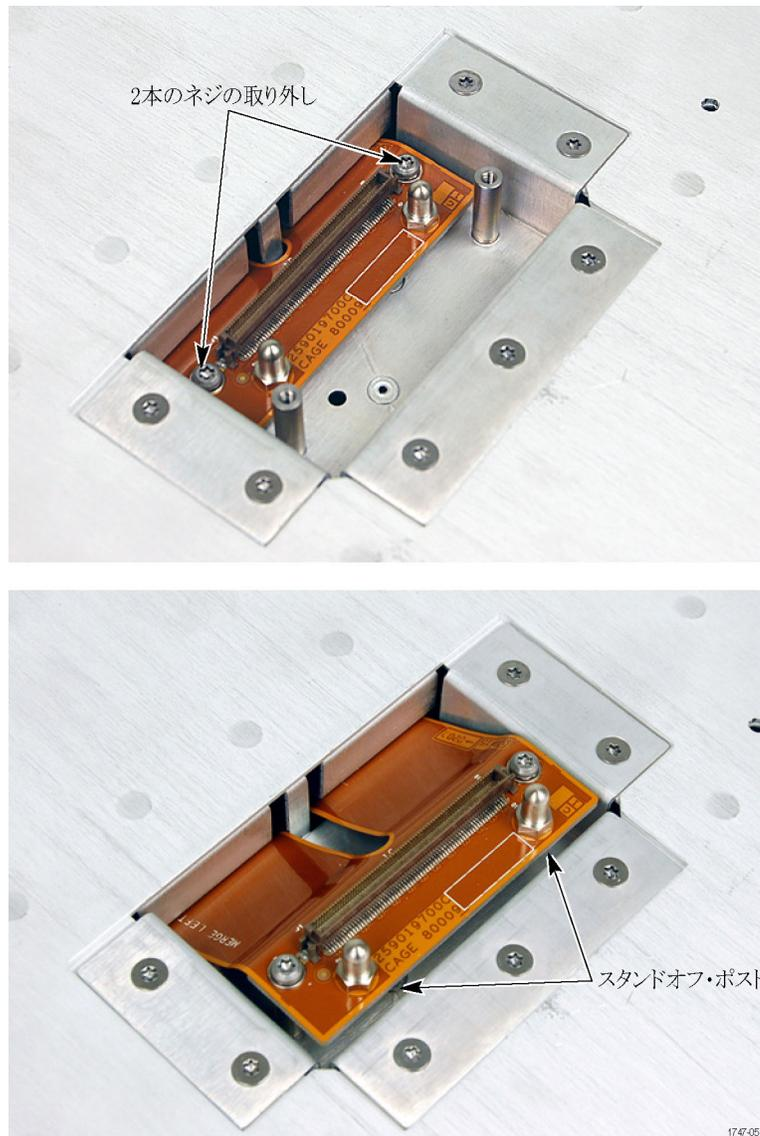

図 49: モジュールからマージ・コネクタ・アセンブリを取り外す
2. Torx T-10 ドライバを使用して、モジュールにマージ・コネクタを取り付けているネジ 2 本を取り外します。(図 49 参照)。